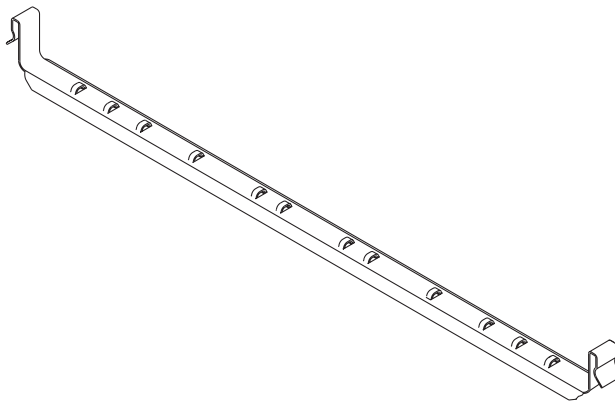
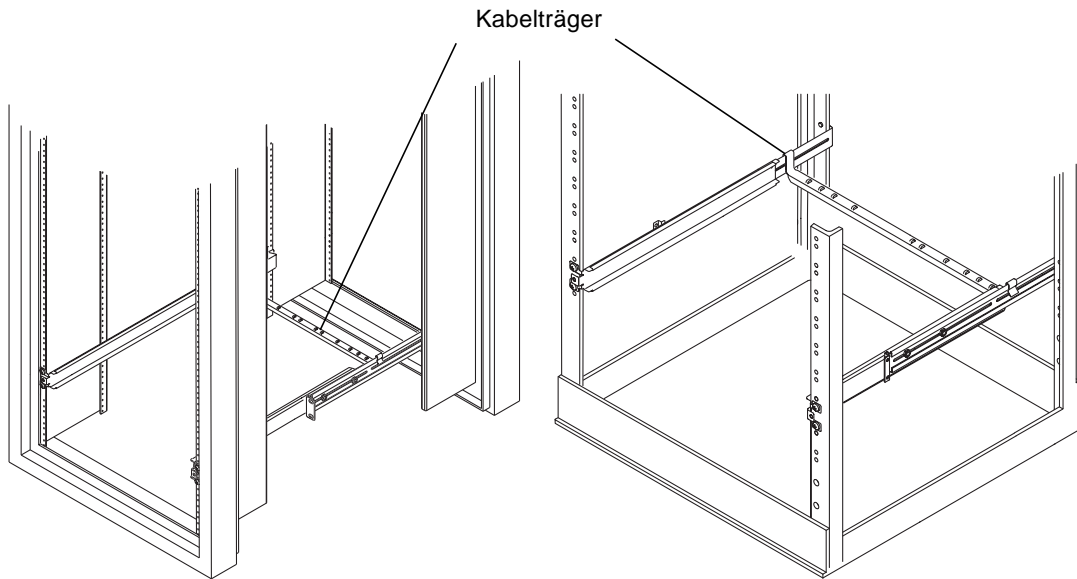

ABBILDUNG 3-7 Kabelträger
ABBILDUNG 3-8 Installation des Kabelträgers in beiden Erweiterungs racks
- 12. Hängen Sie den Kabelträger an der Systemrückseite auf die Gleiträger (siehe ABBILDUNG 3-7 und ABBILDUNG 3-8).**